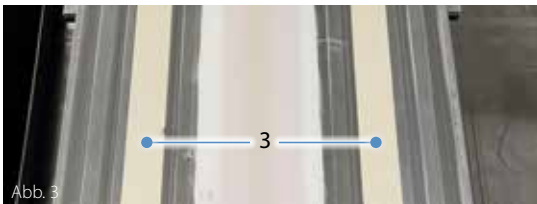

Abb. 3
- **Bei PD-Bändern:** Bekleben Sie die PD-Inlays über die volle Breite zwischen den PD-Nuten (3) sodass die PD-Profile weiterhin uneingeschränkt eingelegt werden können. (Abb. 3)